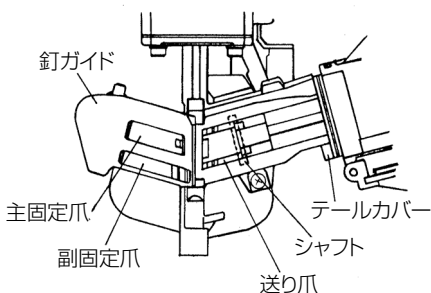

図 17
- 図 17 のように釘ガイドを開いて付着しているごみやほこりを掃除し、特に爪の摺動する溝とシャフト部には付属の油を注油してください。また主固定爪・副固定爪を各々指で押し動作がスムーズであるかどうか確認してください。